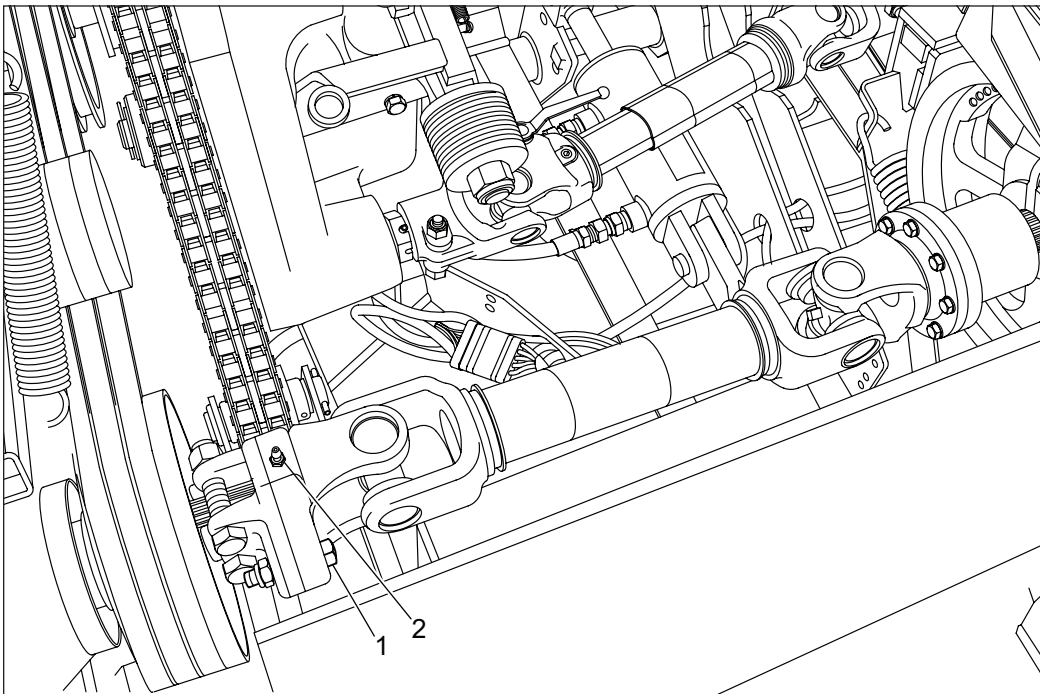

Figure 94
8. Aligner et retirer de façon manuelle le boulon de cisaillement de la tête de coupe (item 1 à la figure 94);
### BOULON DE CISAILLEMENT - FIGURE 94